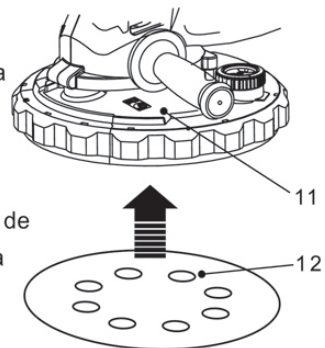

Fig.2
- > Alinee el diseño de orificios de la hoja de papel de lijado (12) con los de la placa base (11) antes de colocar la hoja de papel de lijado (12) en la placa base para asegurar una extracción del polvo eficiente y un resultado satisfactorio.
- > Presione ligeramente la hoja de papel de lijado (12) para fijarla a la placa base (11) (Fig. 2).